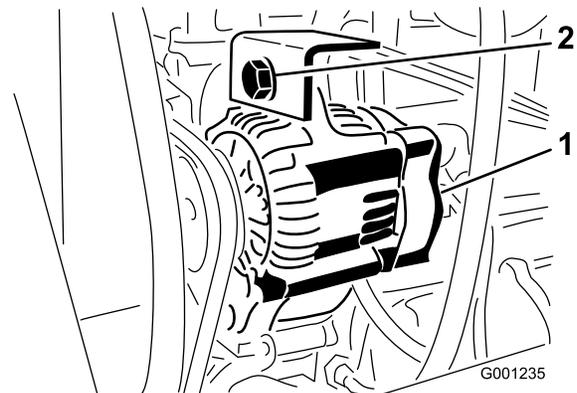

Figura 74
2. Afloje el perno de montaje del alternador (Figura 74).
3. Aumente o reduzca la tensión de la correa del alternador y apriete el perno de montaje (Figura 74).